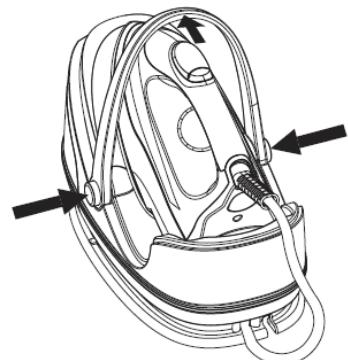

Fig.1
3. Quite la lámina protectora o etiqueta o tarjeta de la base protectora. (Fig.1)